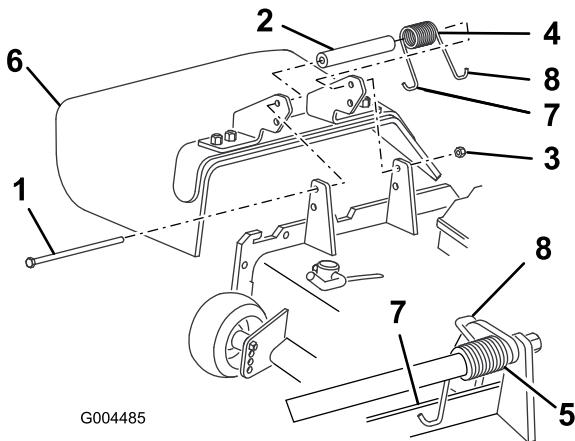

Figura 80
2. Togliete il dado di bloccaggio, il bullone, la molla e il distanziale che fissano il deflettore alle staffe orientabili del tosaerba (Figura 80). Togliete il deflettore di sfalcio se è danneggiato o consumato.
3. Inserite un distanziale e la molla tra le nuove staffe del deflettore di sfalcio (Figura 80). Collocate l'estremità sinistra a J della molla dietro il bordo del piatto di taglio.
Nota: Prima di montare il bullone, come riportato nella Figura 80, verificate che l'estremità sinistra a J
4. Montate il bullone e il dado. Infilate l'estremità a gancio della molla attorno al deflettore di sfalcio (Figura 80).